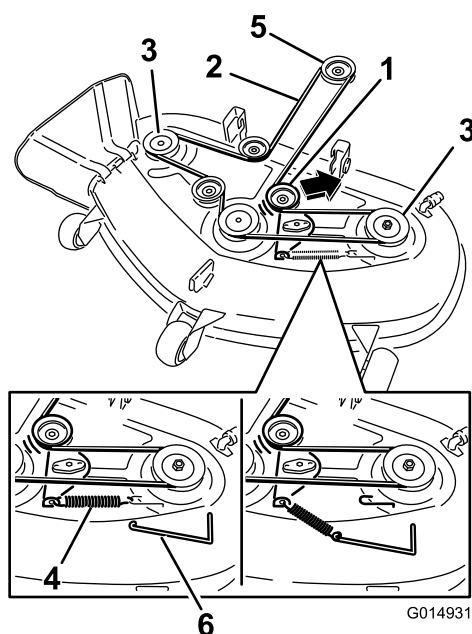

Figura 58
- Usando una herramienta para la retirada de muelles (Pieza Toro N° 92-5771), retire el muelle tensor del gancho de la carcasa para eliminar la tensión de la polea tensora, y retire la correa de las poleas (Figura 58).
- Pase la correa nueva alrededor de las poleas del motor y del cortacésped (Figura 58).
- Usando una herramienta para la retirada de muelles (Pieza Toro N° 92-5771), instale el muelle tensor sobre el gancho de la carcasa y tense la polea tensora y la correa (Figura 58).